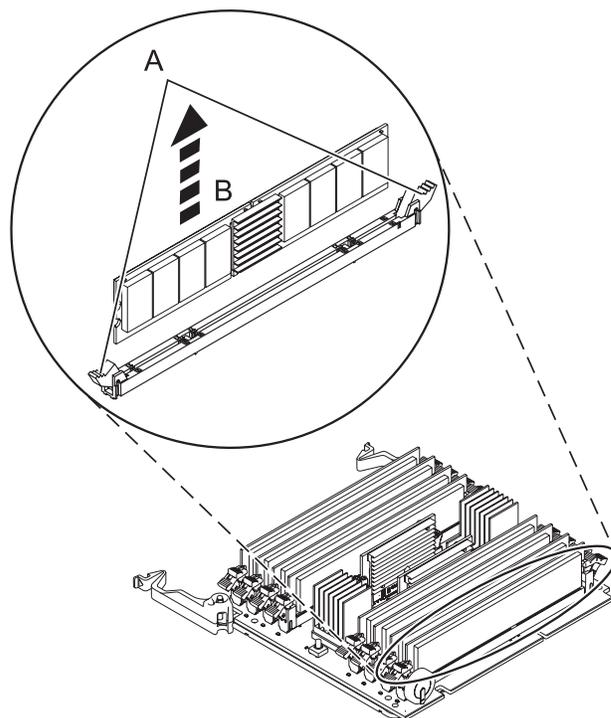

Figura 16. Removendo um módulo de memória
9. Destrave o módulo de memória empurrando as presilhas de travamento (A) abertas conforme mostrado em Figura 16. Levante o módulo de memória (B) para fora do conector. A ação de alavanca das guias força o módulo de memória para fora do conector.